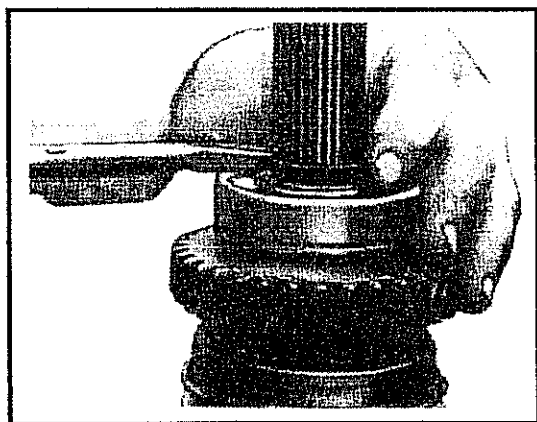

Abb. 11-17 Entfernen des Sprenglings am Kugellager der Hauptwelle hinten
- Die Hauptwelle unter dem Schaltrad für 2. Gang stützen und die Hauptwelle aus dem hinteren Lager und der Baugruppe 1./2. Gang herauspressen. Siehe Abb. 11-17.